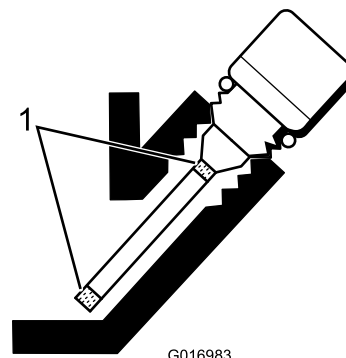

Figura 27
5. Se il livello è basso, rabboccate soltanto fino a raggiungere la posizione intermedia tra le tacche sull'asta di livello (Figura 27). **Non riempite troppo.**